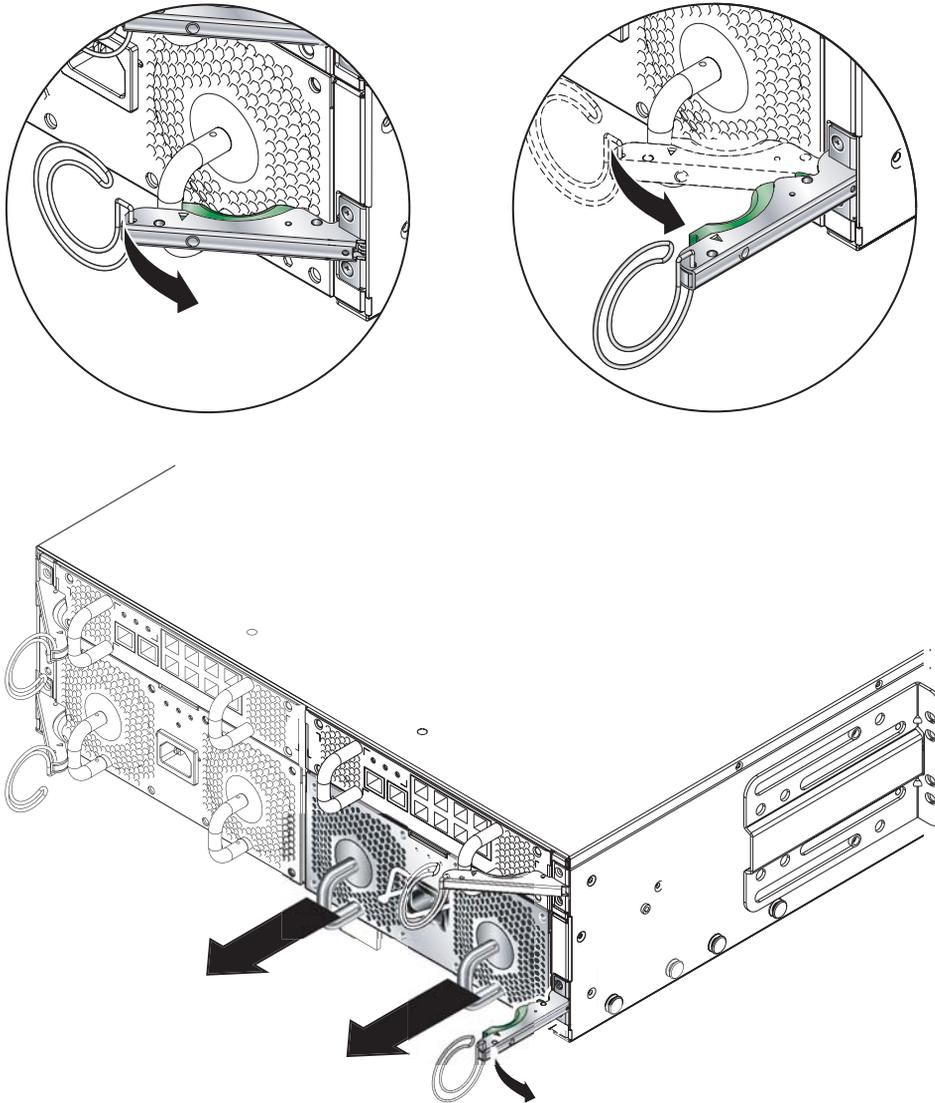

FIGURE 12-12 Dispositif d'éjection de l'unité d'alimentation
3. Appuyez sur le dispositif d'éjection vert de l'unité d'alimentation pour le déverrouiller, puis poussez le levier vers vous pour déconnecter l'unité d'alimentation du châssis (FIGURE 12-12).